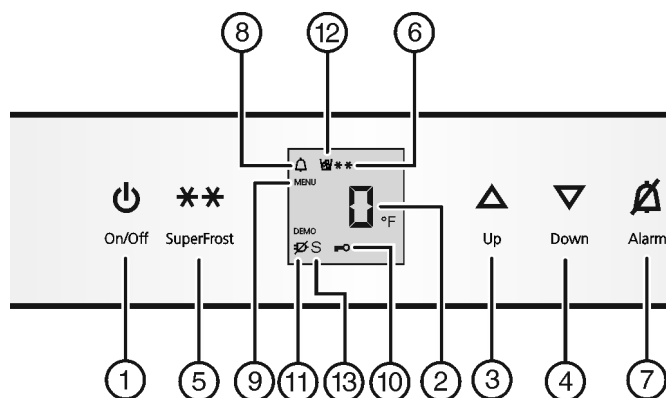

Fig. 2
- Pulse la tecla On/Off Fig. 2 (1).
- ▶ Activación del modo de ajuste: pulse la tecla SuperFrost Fig. 2 (5) durante 5 seg. aproximadamente.
- ▷ El símbolo de menú Fig. 2 (9) se ilumina.
- ▶ Utilice la tecla de ajuste Up Fig. 2 (3) la tecla de ajuste Down Fig. 2 (4) para seleccionar °.
- ▶ Confirmación: Pulse la tecla SuperFrost Fig. 2 (5) brevemente.
- ▶ Utilice la tecla de ajuste Up Fig. 2 (3) la tecla de ajuste Down Fig. 2 (4) para seleccionar °F o °C.
- ▶ Desactivación del modo de ajuste: Pulse la tecla On/Off Fig. 2 (1).
- ▶ Activar el modo de ajuste: pulse la tecla SuperFrost Fig. 2 (5) durante aprox. 5 s.
- ▶ Con la tecla de ajuste Up Fig. 2 (3) o la tecla de ajuste Down Fig. 2 (4), seleccione c.
- ▶ Pulse brevemente la tecla SuperFrost Fig. 2 (5) para confirmar.
- ▶ Para activar el bloqueo contra la manipulación por niños, pulse brevemente la tecla SuperFrost Fig. 2 (5).
- ▷ El símbolo del bloqueo contra la manipulación por niños Fig. 2 (10) se ilumina. En el indicador parpadea c.
- ▶ Para desactivar el bloqueo contra la manipulación por niños, pulse brevemente la tecla SuperFrost Fig. 2 (5).
- ▷ El símbolo del bloqueo contra la manipulación por niños Fig. 2 (10) se apaga. En el indicador parpadea c.
- ▶ Desactivar el modo de ajuste: pulse la tecla On/Off Fig. 2 (1).
- ▶ Pulse la tecla Alarm Fig. 2 (7).
Simultáneamente, parpadea la indicación de temperatura y el símbolo de alarma Fig. 2 (8).
El tono de aviso se desactiva automáticamente, el símbolo de alarma Fig. 2 (8) se apaga y la indicación de temperatura deja de parpadear cuando la temperatura vuelve a descender lo suficiente.
► Pulse la tecla Alarm *Fig. 2 (7)*.